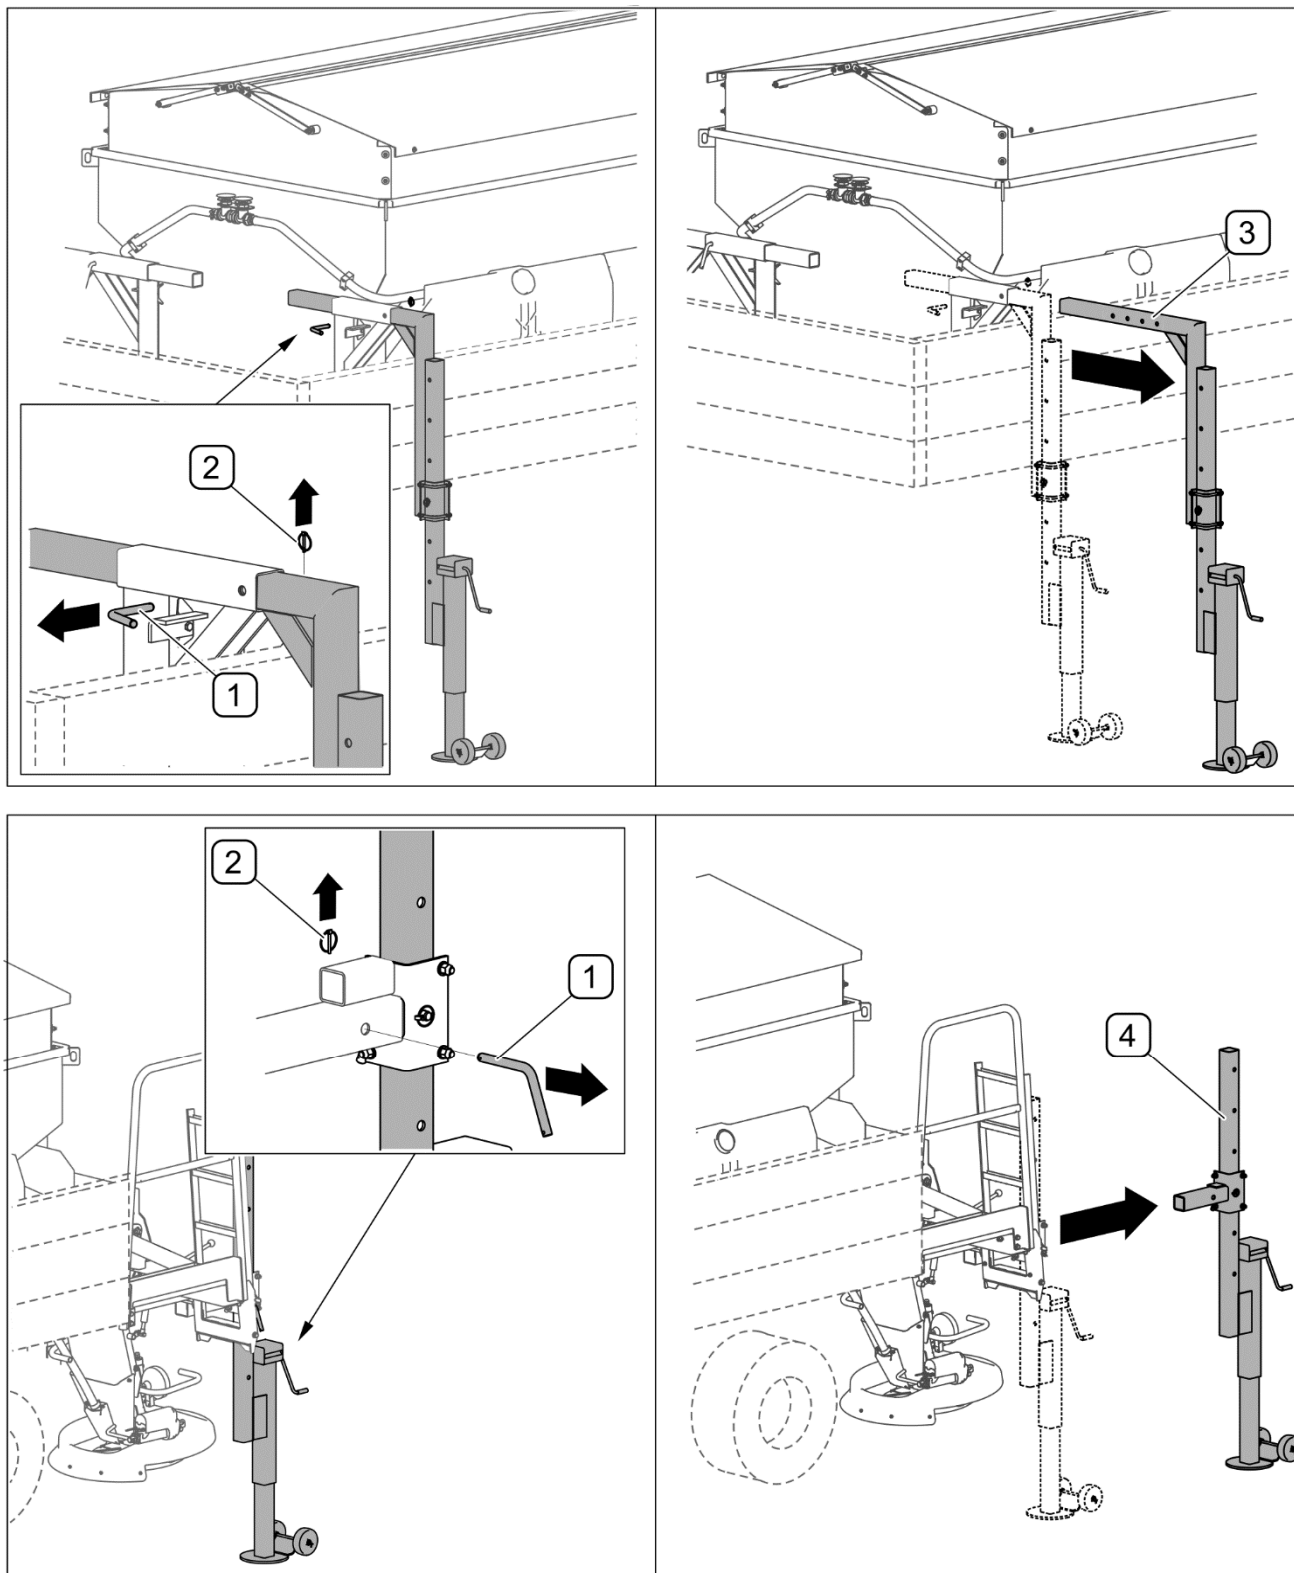

РИСУНОК 4.3 Демонтаж стояночных опор
- Когда машина полностью встанет на грузовую платформу, необходимо вынуть чеки (2) и шплинты (1), фиксирующие опоры в направляющих (РИСУНОК 4.3).
- Передние (3) и задние (4) опоры нужно демонтировать и сохранить для использования в дальнейшем.